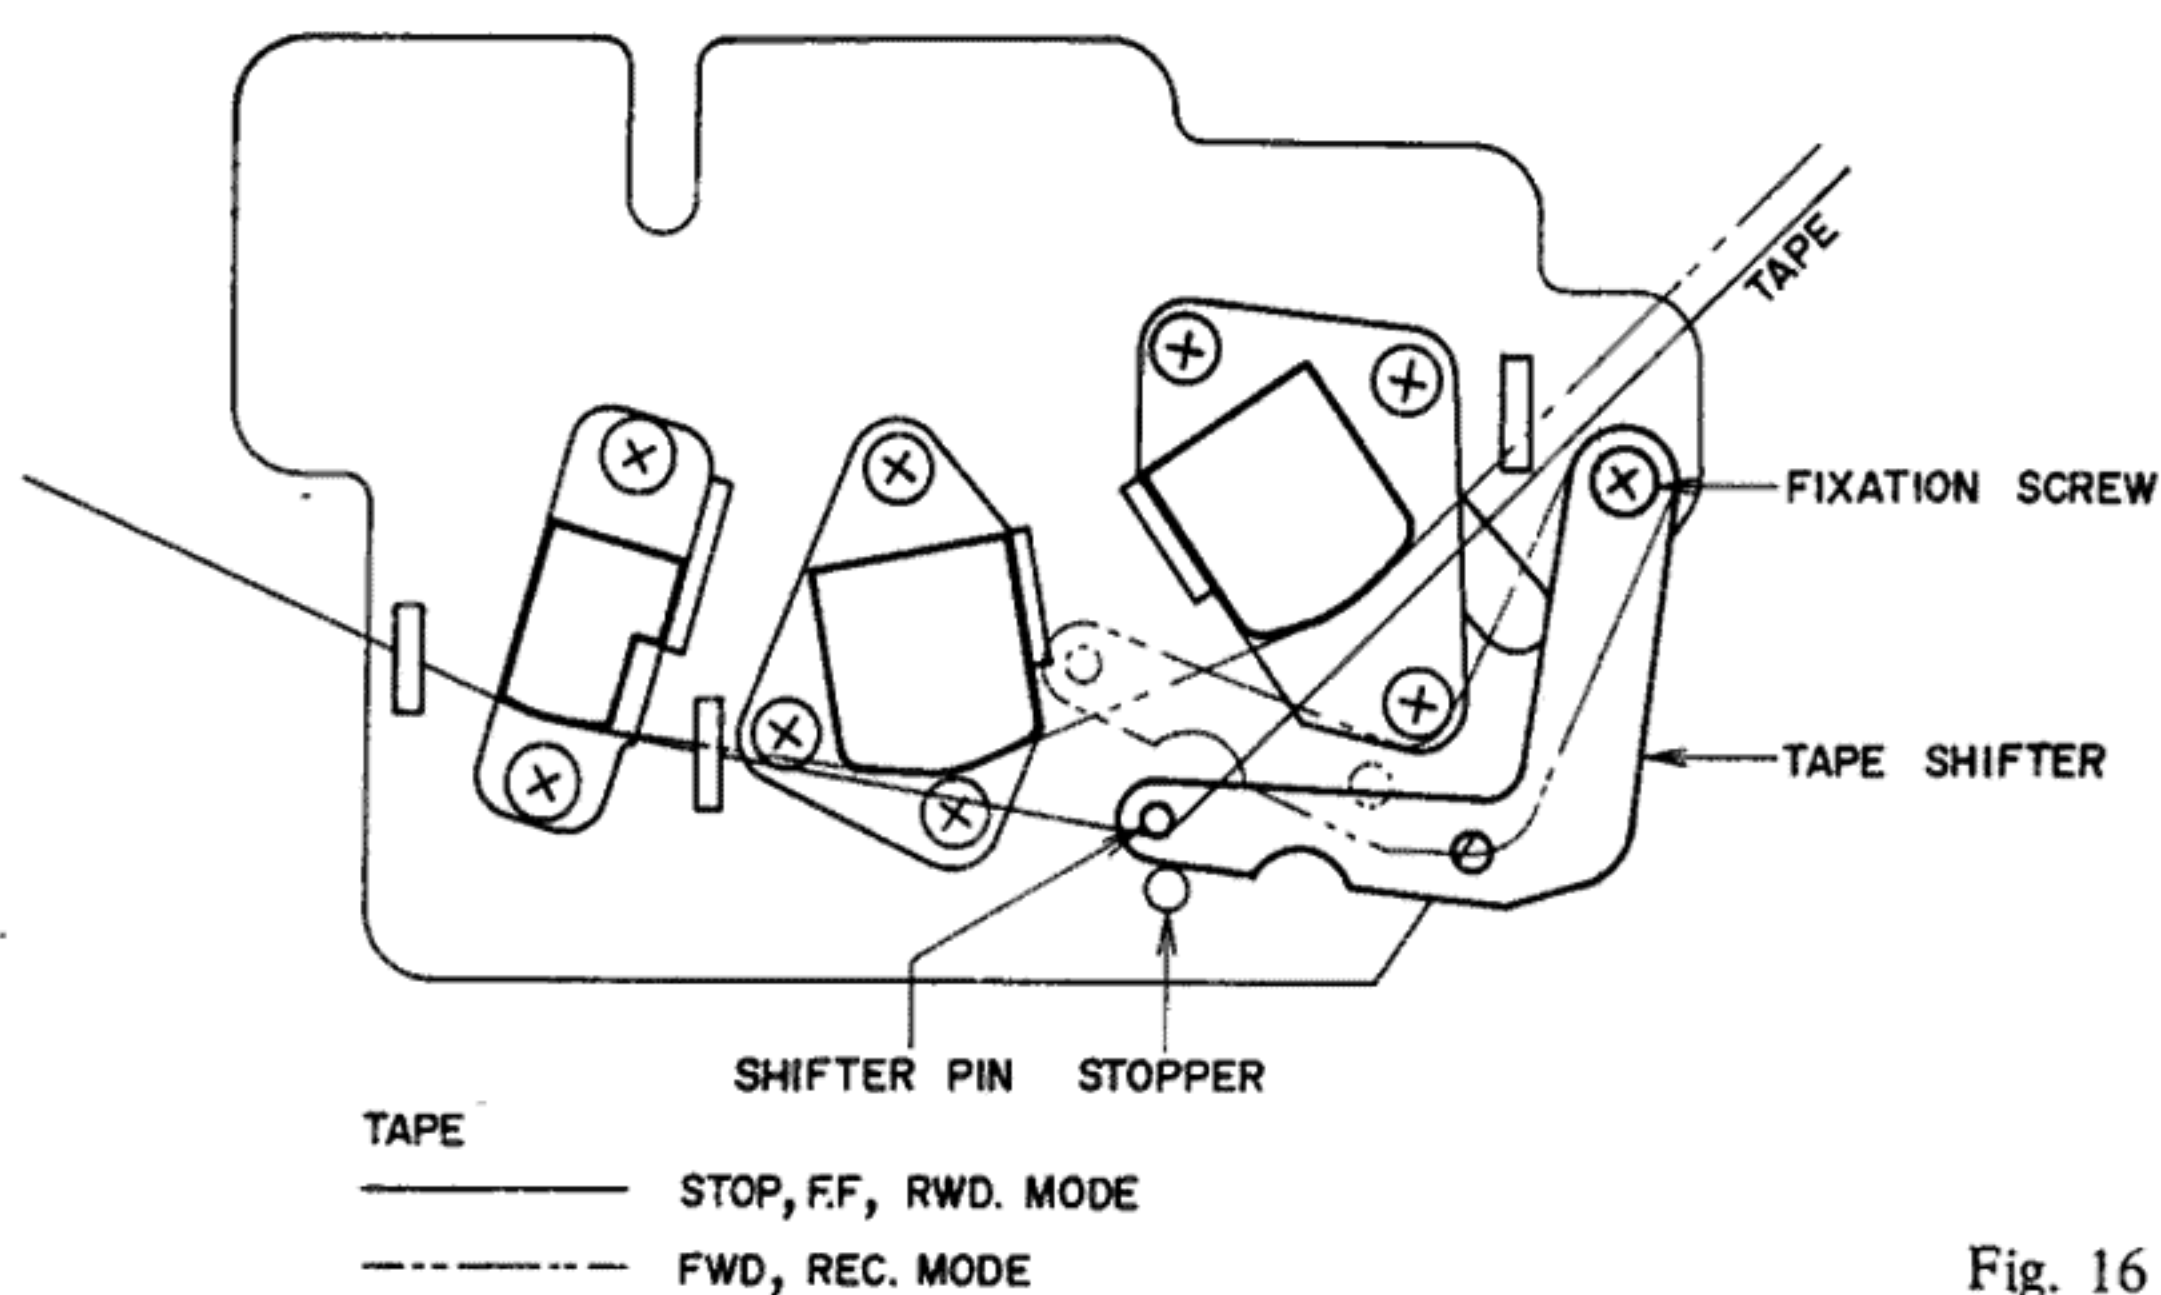

Fig. 16
8. SHIFTER LEVER POSITION ADJUSTMENT (See Fig. 16)